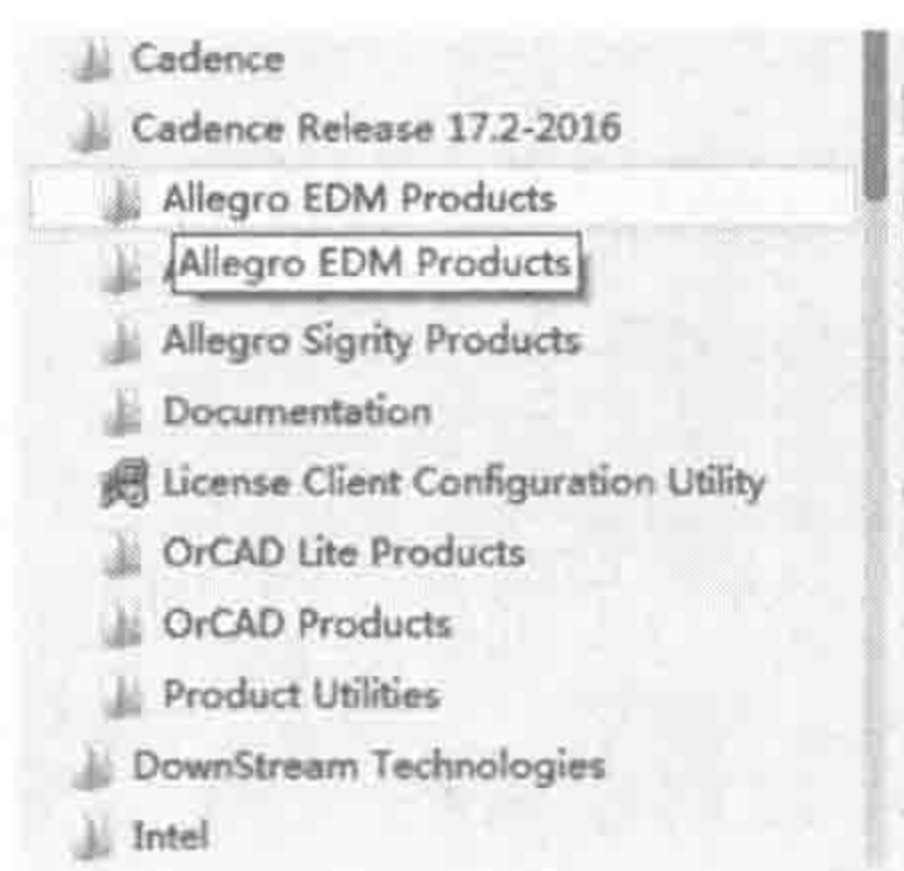

图 1-4-1 “开始”菜单
2) **新的开始菜单** 在 Windows 的“开始”菜单里, 将不同类别的 Cadence 产品进行了调整, 整个软件系统分为 Allegro EDM Products、Allegro Products、Allegro Sigrity Products、Documentation、OrCAD Lite Products、OrCAD Products 和 Product Utilities 七部分, 以便于用户能更加方便地找到相应的选项进行操作, 如图 1-4-1 所示。